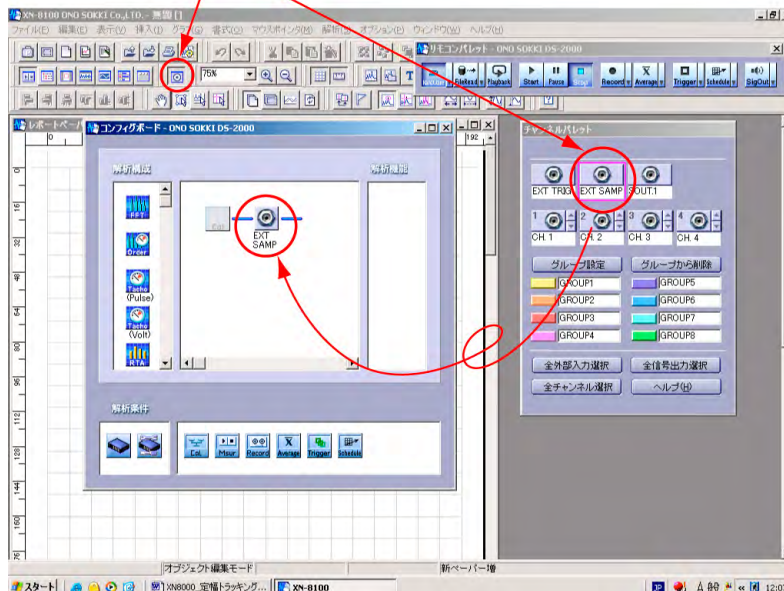

図 1
- ① 新規プロジェクトを開きます。
- ② 【コンフィグボード】 ボタンをクリックし、[コンフィグボード]、[チャンネルパレット] を開きます。
- ③ 【リモコン】 ボタンをクリックし、[リモコンパレット] を開きます。
- ④ [チャンネルパレット] の【EXT SAMP コネクタ】 アイコンをクリックします。コンフィグボードに「EXT SAMP」アイコンが表示されます（図 1）。